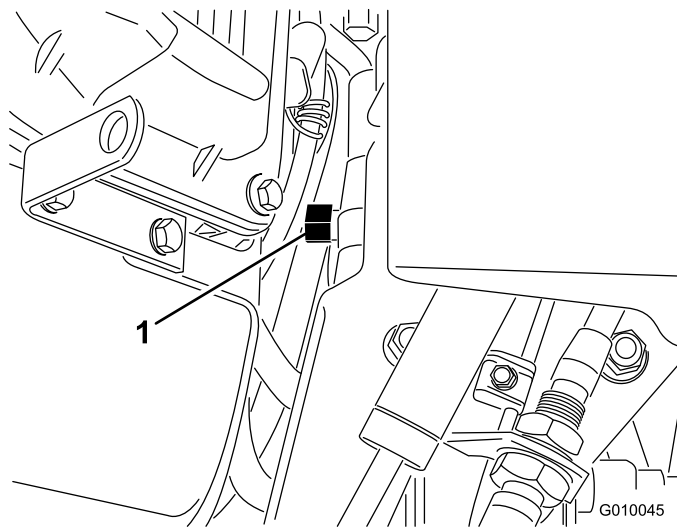

図 30
2. エンジンと油圧ポンプの途中に配置されているバイパス・バルブを探し出す (図 30)。
3. レンチ (5/8") を使ってバイパス・バルブを左回りに 1 回転させる。これで油圧回路がバイパスされ、車輪が自由に回るようになる (図 30)。
5. エアレータの運転を再開するには、バイパス・バルブを右回りに1回転させる (図 30)。